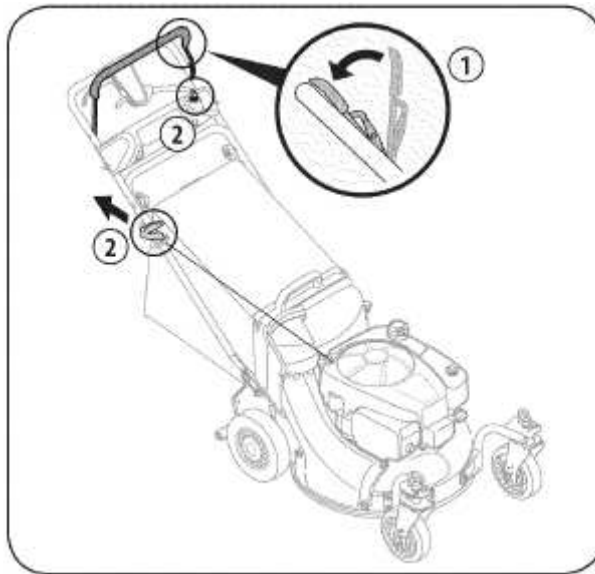

РИС. 11
1. Стоя позади газонокосилки нажмите рычаг устройства управления ножом (см. Рис. 11).